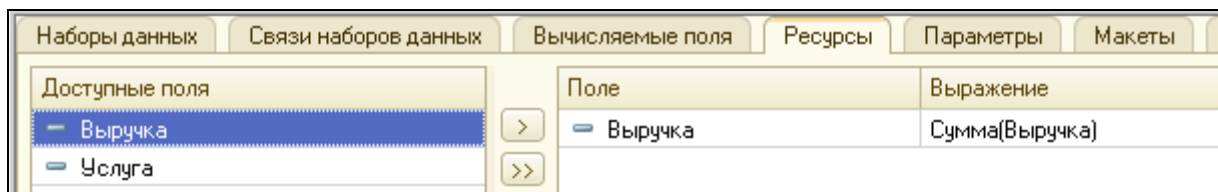

Рисунок 4.20 Выбор ресурса Выручка
11. Сформировать итоговые данные отчета. Итоговые запросы формируются на закладке **Ресурсы**. Перейти на закладку **Ресурсы**. Выбрать ресурс **Выручка**. Автоматически предлагается рассчитывать сумму выручки (рис. 4.20).